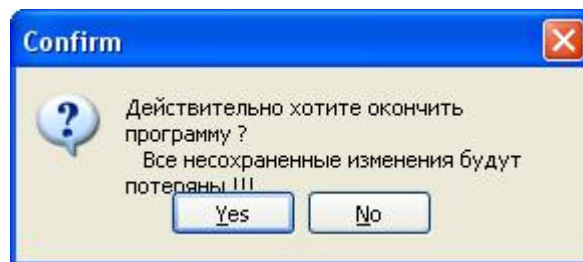

Рис.7.21 – Панель «Confirm»
7.3.4.34 Закрыть программу «BA Control» (выбрать Файл > Конец), появится панель «Confirm (Подтверждение)», смотри рисунок 7.21.